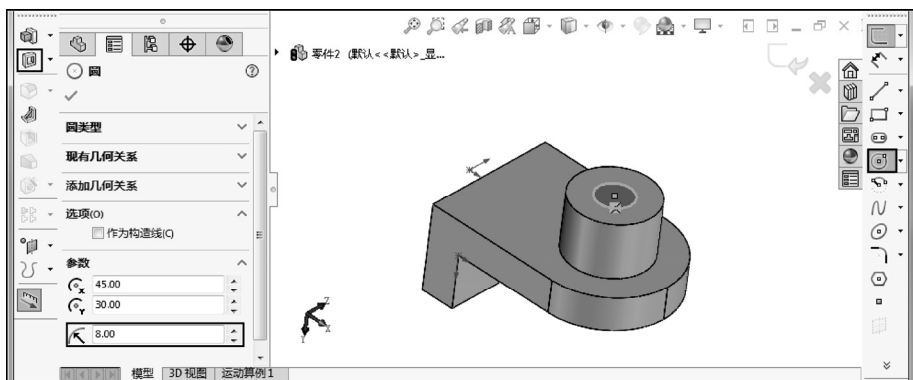

图 1-67 绘制拉伸切除的草图轮廓
STEP 8 单击“特征”工具栏中的“拉伸切除”按钮, 选择圆柱的上表面作为草图绘制面, 并绘制如图 1-67 所示的圆(圆的半径为 8 个图形单位, 并注意通过捕捉指令所绘制的圆与圆柱同圆心), 单击“确定”按钮继续。